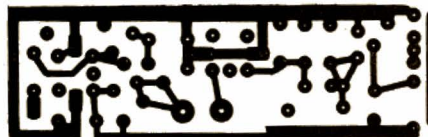

Fig. 2 - Le circuit imprimé.
2. Le circuit imprimé (voir fig. 2)